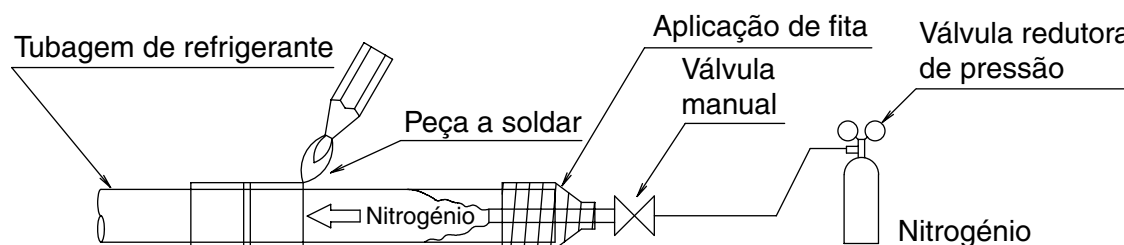

Fig. 15
- Se soldar enquanto introduz nitrogénio na tubagem, o nitrogénio deve ter uma pressão de 0,02 MPa (0,2 kg/cm2) com uma válvula redutora de pressão. **(Consulte a Fig.15)**